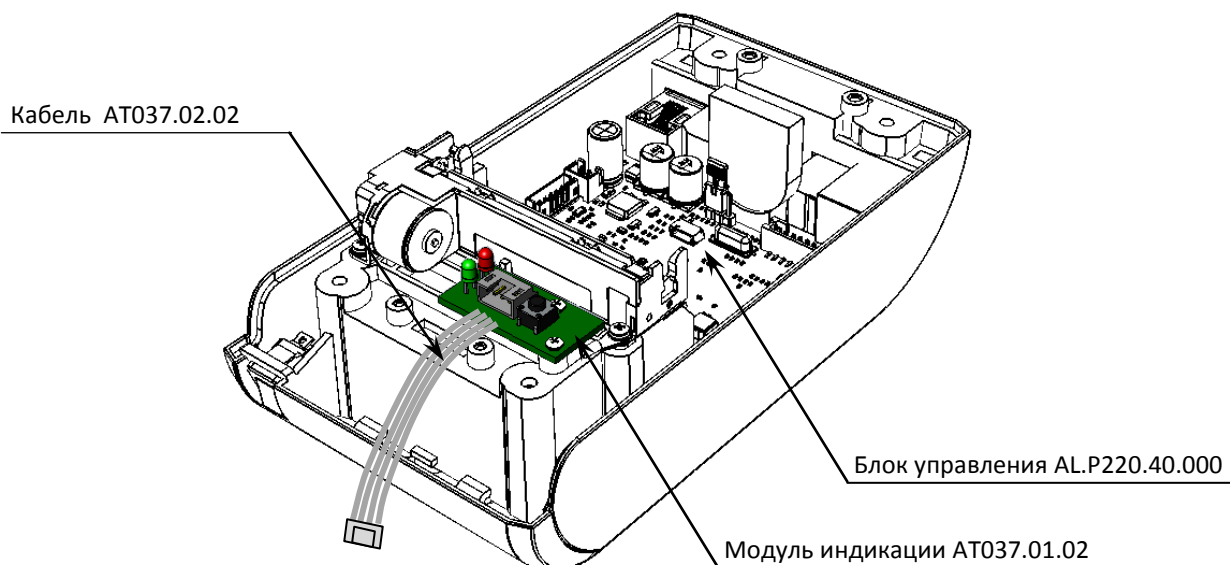

Рисунок 9. Расположение модуля индикации АТ037.01.02 в корпусе ККТ
- **БУ** AL.P220.40.000 устанавливается на нижнюю часть корпуса (смотрите рисунок 9).